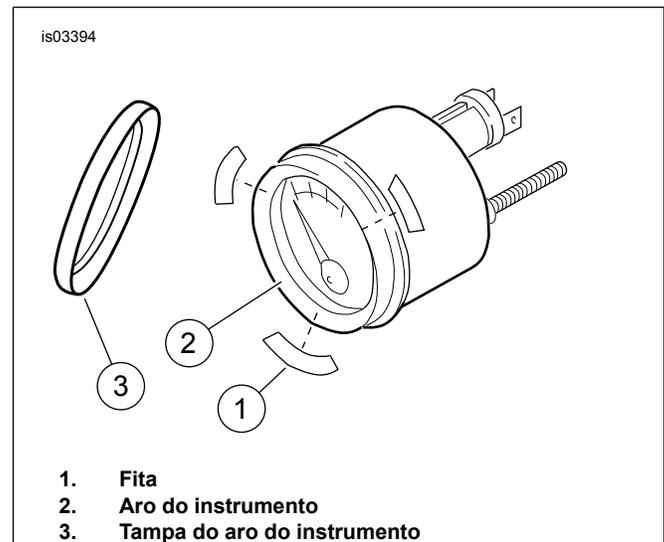

Figura 1. Instalação do aro dos instrumentos cromado
1. Veja a Figura 1. Corte a fita adesiva (1) em seis pedaços iguais.